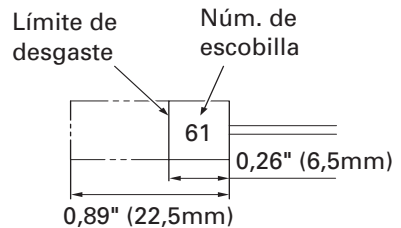

Fig. 6
4. Inspección de las escobillas (Fig. 6)
**NOTA:** Utilice las escobillas HITACHI Núm. 61 indicadas en la Fig. 6.